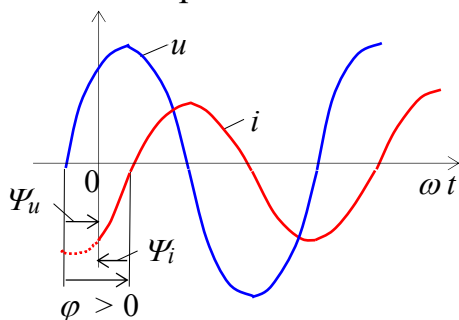

Рис. 3.1
*фазовый сдвиг*  $\varphi = \Psi_u - \Psi_i$ , где  $\Psi_i$  – начальная фаза тока (рис. 3.1). Угол  $\varphi$  (в рад или град) – алгебраическая величина, изменяющаяся в диапазоне от  $-90^\circ$  ( $-\pi/2$  рад) до  $+90^\circ$  ( $+\pi/2$  рад). Знак и величина угла зависят от типа и величины параметров последовательно соединённых элементов  $R$ ,  $L$  и  $C$  ветви и частоты  $f$  напряжения.